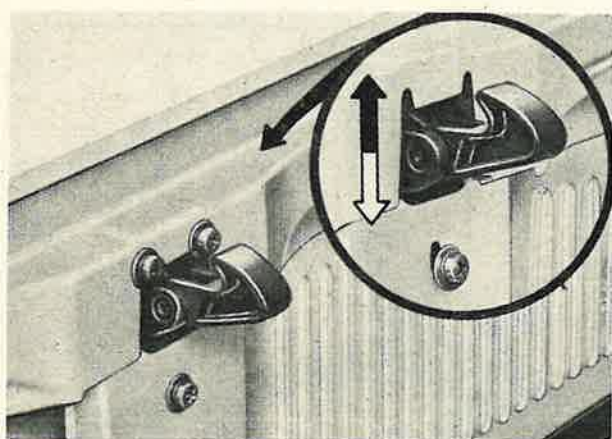

Fig. 66. — Réglage du dispositif de verrouillage du capot.
- Remonter le dispositif de verrouillage, les trous en forme de boutonnières permettent ainsi un coulissement vertical du dispositif dans un but de réglage (fig. 66).